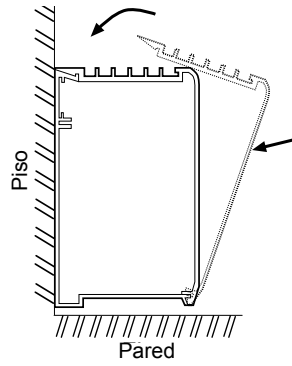

Fig. 4
17. Antes de energizar el calefactor asegúrese de que la cubierta frontal esté bien trabada sobre la caja trasera a todo lo largo del calefactor (vea la Fig. 4). No haga funcionar el calefactor si la cubierta frontal no está instalada.
10. Vuelva a colocar las cubiertas frontales según el Paso 10 de la Instalación de una sola unidad (vea la Fig. 4).